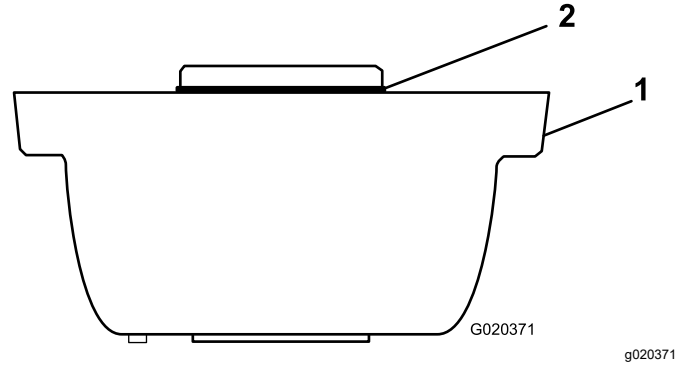

图 3
- 轻轻润滑 O 形圈确保 O 形圈被安装在滚筒刷架图 3 上。